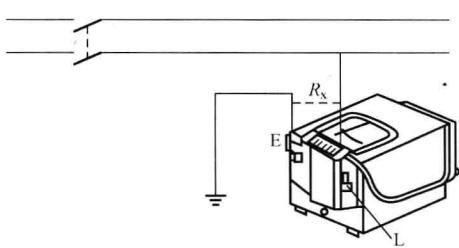

图 1-9 测电路绝缘电阻
1) 测量电路绝缘电阻时, 将 L 端与被测端相连, E 端与地相连, 如图 1-9 所示。